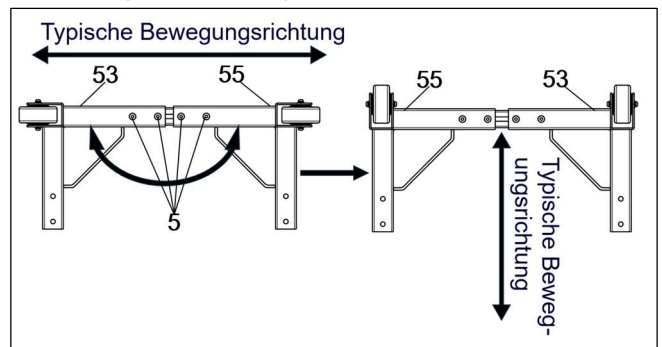

Abb.6
b. Wählen Sie die Positionen der linken Bockrollen-Konsolenwinkel "53" und der rechten Bockrollen-Konsolenwinkel "55" entsprechend der typischen Bewegungsrichtung der Maschine. Die folgenden Schritte beziehen sich auf eine der Optionen im Beispiel. (siehe **Abb.6**)